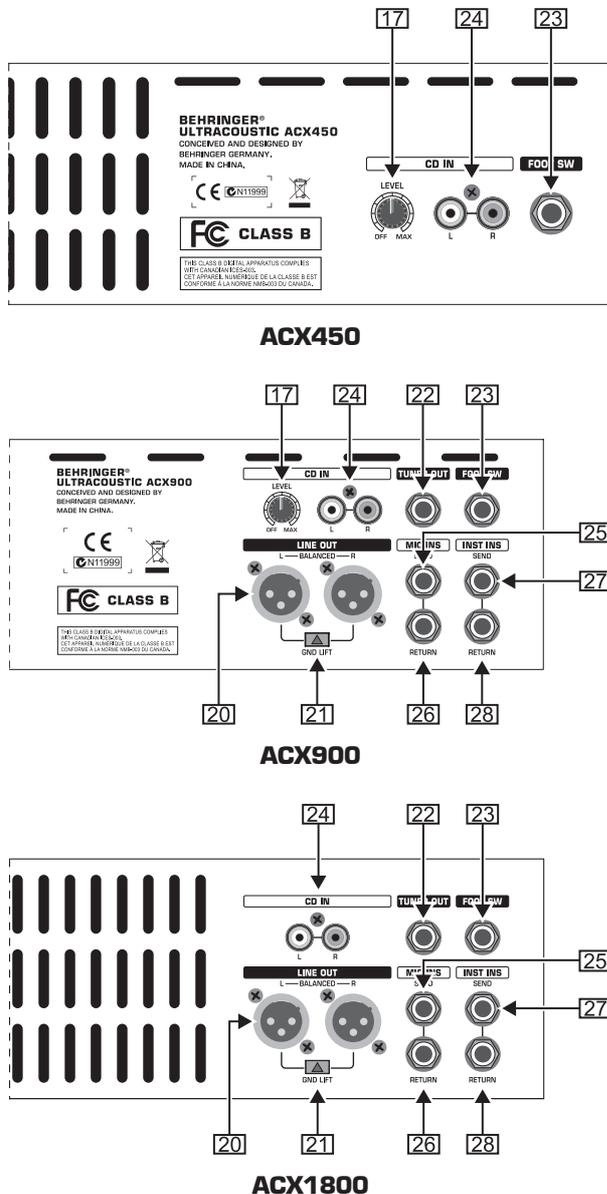

Fig. 2.2: Collegamenti sul lato posteriore
- 17 **ULTRACOUSTIC** è dotato nella parte posteriore di un ingresso per CD. Con il regolatore **CD LEVEL** nella sezione Master (solo ACX1800) è possibile determinare il volume del segnale collegato all'ingresso CD. In ACX900 e ACX450 questo regolatore si trova sul lato posteriore (vedi fig. 2.2).